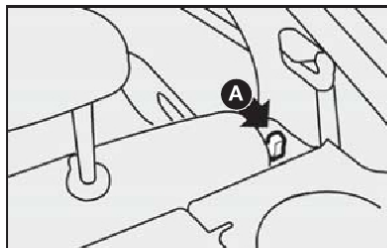

fig. 68
3) Desengatar o encosto, movendo as alavancas laterais A-fig. 68 no sentido da seta.